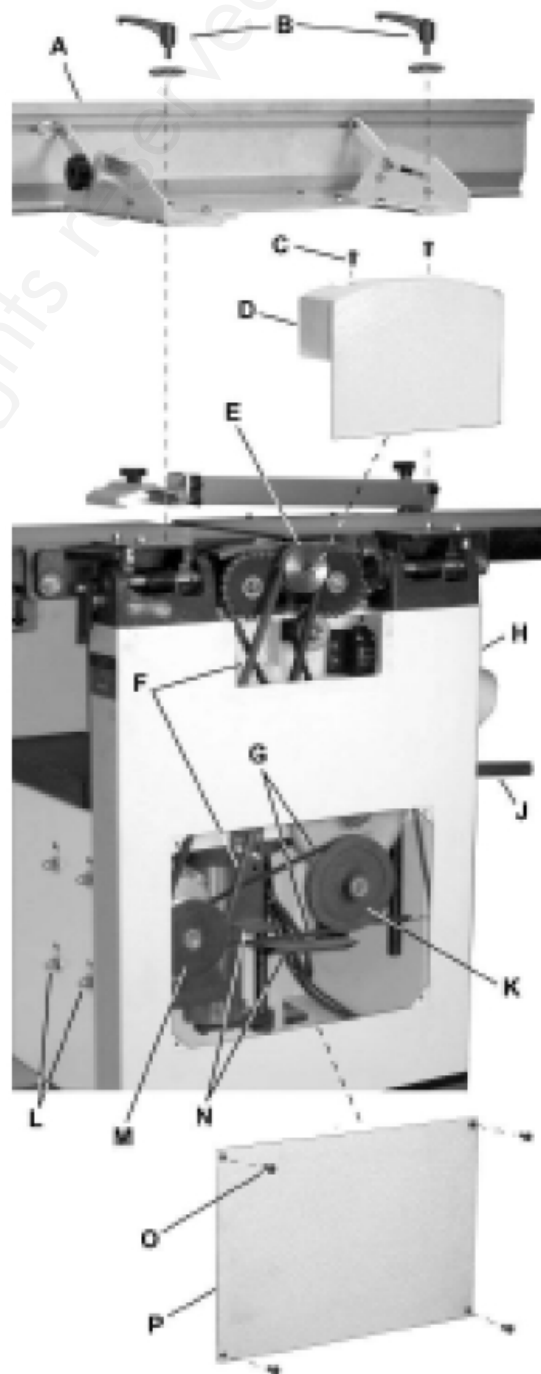

Fig. 16: De riem vervangen
2. Verwijder de aanslag (A, fig. 16) door eerst de twee vergrendelingshendels (B, fig. 16) los te maken en te verwijderen. Een 4 mm inbussleutel is nuttig maar niet noodzakelijk.
3. Verwijder de twee knopschroeven (C, fig. 16) en het bovenste achterpaneel (D, fig. 16).
4. Verwijder de twee knopschroeven (O) en het onderste achterpaneel (P).
4. Draai de vier bevestigingsschroeven (L, fig. 16) van de motor los. Til de motor op en plaats hem in de horizontale gleufzijde van de motorbevestigingsopening. Hierdoor ontstaat speling in de aandrijfriem van de snijkop (F, fig. 16).
5. Verwijder de aandrijfriem van de snijkop (F) van de snijkopschijf (E) en de motorschijf (M).
6. Als de riem van de toevoerrol (K) moet worden vervangen, gaat u verder met de rest van de instructies. Zo niet, ga dan verder met stap 10.
7. Plaats de stroomtoevoerhendel (J, fig. 16) in de onderste stand (uit/off), waardoor een speling op de riem ontstaat voor de volgende stap.
8. Verwijder de riem van de toevoerrol (G) van de spanrol (K) en de motorschijf (M).
10. Vervang de aandrijfriem van de snijkop (F, fig. 16) door de nieuwe riem rond de snijkopschijf (E) en vervolgens rond de grotere (buitenste) motorschijf (M) te plaatsen.
11. Schuif de motor zo dat de bevestigingsschroeven (L, fig. 16) in de verticale sleufgaten rusten en draai de bevestigingsschroeven vast.
12. Plaats het onderste achterpaneel (P, fig. 16) terug en zet hem vast met vier knopschroeven (O, fig. 16).
13. Plaats het bovenste achterpaneel (D, fig. 16) terug en zet hem vast met twee knopschroeven (C, fig. 16).
14. Plaats de aanslag (A, fig. 16) terug en zet ze vast met de twee vergrendelingshendels (B, fig. 16).